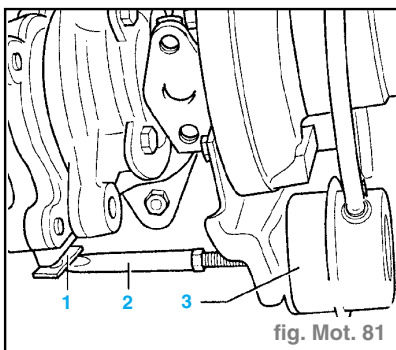

fig. Mot. 81
- Lancer le moteur et l'amener au régime maxi en enfonçant subitement l'accélérateur. La tringle de commande doit se déplacer (fig. Mot. 81).